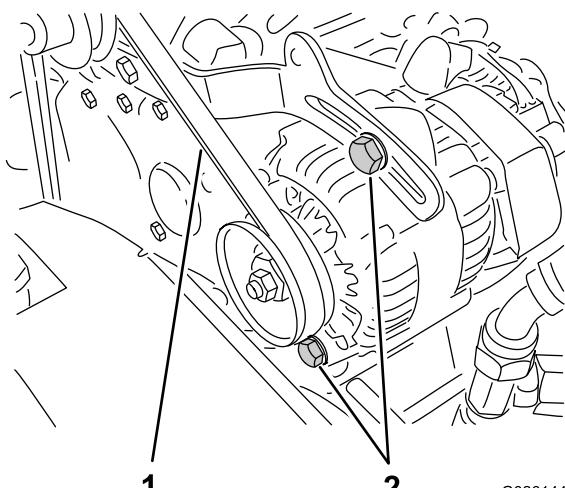

Figura 63
2. Compruebe la tensión presionando la correa en el punto intermedio entre las poleas del cigüeñal y del alternador con una fuerza de 10 kg (Figura 63).
- A. Afloje los 2 pernos de montaje del alternador (Figura 63).
luego apriete los pernos de montaje (Figura 63).